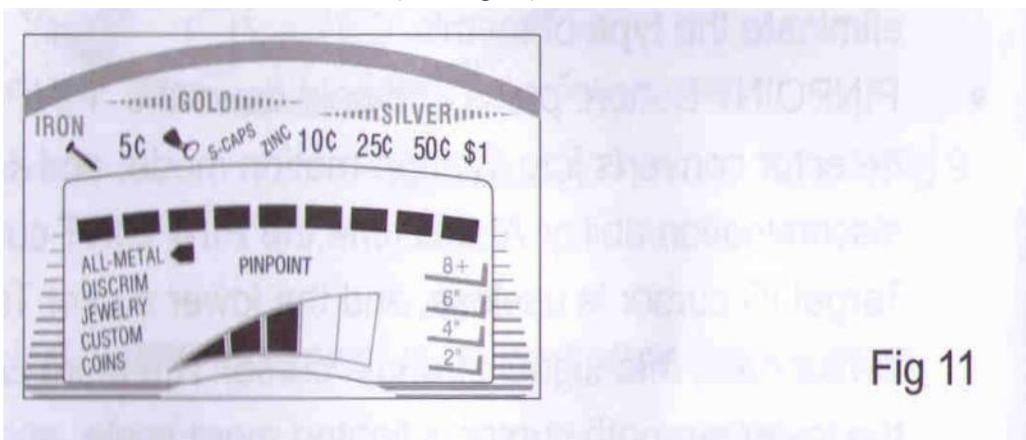

Fig 11
4. Allumez le détecteur en appuyant sur le bouton POWER. Le détecteur va sonner, tous les indicateurs vont s'allumer, et l'appareil sera réglé par défaut sur ALL METAL (tous métaux), avec la sensibilité au 3ème niveau (Voir Fig 11)